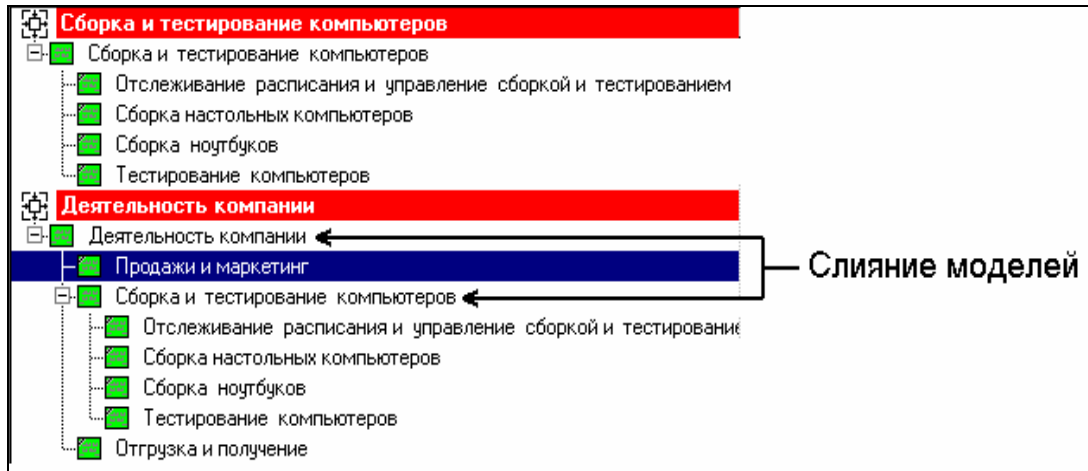

Рисунок 7.8 – Слияние моделей "Деятельность компании" и "Сборка и тестирование компьютеров"
8. Посмотрите на результат. В *Model Explorer* видно, что две модели слились (рисунок 7.8).